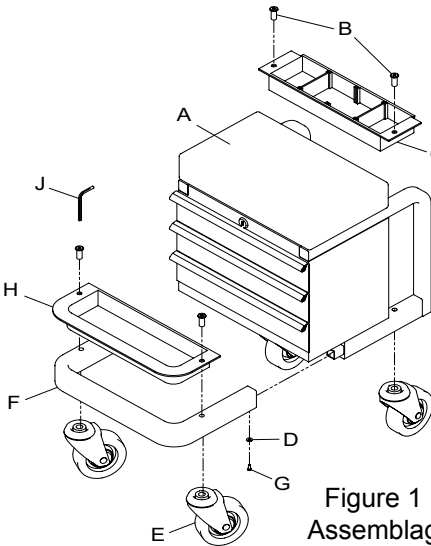

Figure 1 : Assemblage
Avant d'assembler le produit, assurez-vous d'avoir toutes les pièces. Comparez les pièces que vous avez sous la main avec la liste du contenu de l'emballage et l'illustration de la figure 1. Si une pièce est endommagée ou manquante, n'assemblez pas, n'installez pas et n'utilisez pas le produit. Communiquez avec le service à la clientèle pour obtenir des pièces de rechange.
INSTRUCTIONS D'ASSEMBLAGE (voir figure 1)
1. Assemblez les sections du cadre en insérant la section avant (F) dans les profilés de la section de la boîte à outils (A). Alignez les trous des vis et les vis à tête en étoile (G) équipées de rondelles (D) dans les trous correspondants des profilés. Ne serrez pas encore les vis.
2. Assemblez une roulette (E) et un plateau à outil (C ou H) simultanément. Placez une tige de roulette dans le trou situé sous le cadre tel qu'illustré à la figure 1. Placez le plateau à outils sur le cadre en alignant les trous du cadre avec ceux du plateau. Insérez la fixation de la roulette dans le montant de la roulette pivotante.
INSTRUCTIONS D'UTILISATION (reportez-vous à la figure 1)